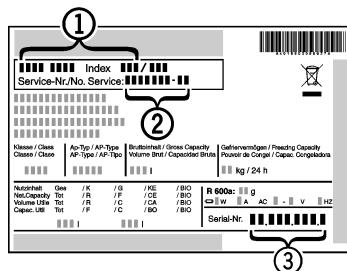

Fig. 13
- ▶ Odczytać z tabliczki znamionowej oznaczenie urządzenia Fig. 13 (1), nr serwisowy Fig. 13 (2) oraz numer seryjny Fig. 13 (3). Tabliczka znamionowa znajduje się po lewej stronie wewnętrz urządzienia.
- ▶ Poinformować serwis i podać opis zakłócenia, oznaczenie urządzenia Fig. 13 (1), nr serwisowy Fig. 13 (2) oraz numer seryjny Fig. 13 (3).